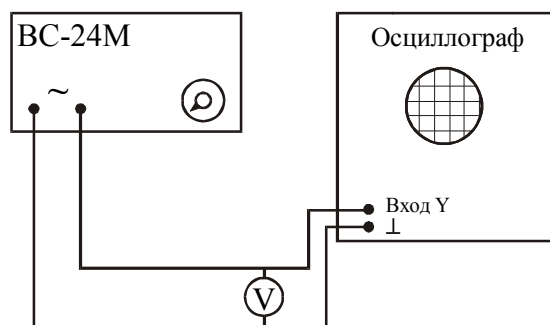

Рисунок 3
1. Собрать схему согласно рис. 3.